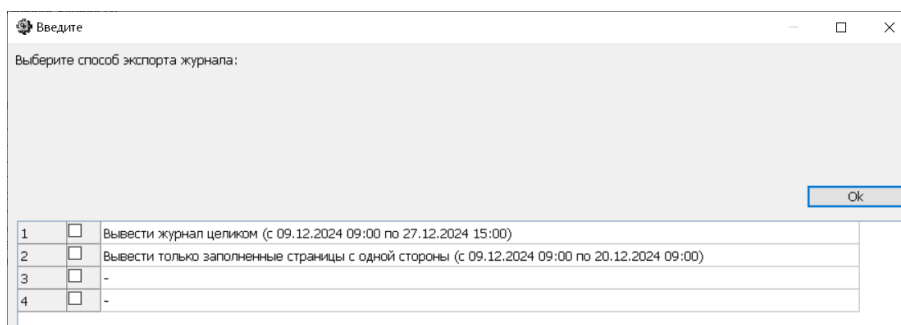

Рисунок 4 – Выбор варианта вывода журнала в .rtf.
5.1.8. Выберите вариант вывода журнала в .rtf «Вывести только заполненные страницы с одной стороны» (см. Рисунок 4).
5.3.6. После успешного импорта программа предложит вывести журнал для печати (см. Рисунок 4). Подробнее о печати журнала см. в п. 0.